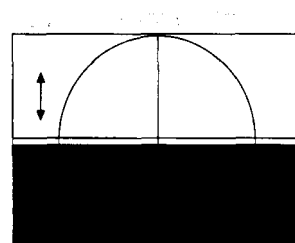

Fig. 1
- b) Ajustar la linea central horizontal **de la carta con el filo del area negra en el centro de la pantalla** (Fig. 1).